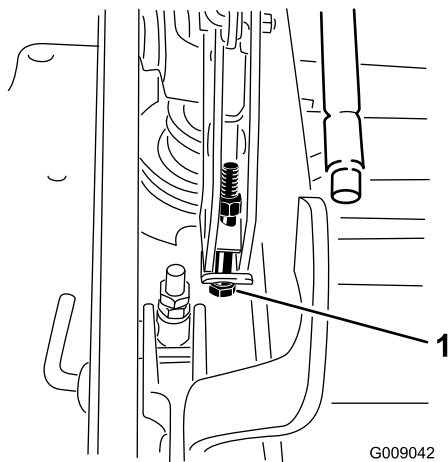

Figure 79
15. Si le tablier est trop bas, serrez le boulon de réglage monopoint dans le sens horaire. Si le tablier est trop haut, desserrez le boulon de réglage monopoint dans le sens antihoraire (Figure 79).